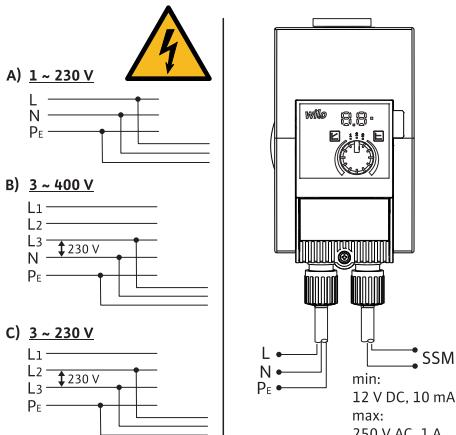

Fig. 3: Posibilități de raccordare
- Conectați la rețele de joasă tensiune de 230 V. În cazul conectării la rețele IT (tipul de rețea Isolé Terre), asigurați-vă că tensiunea dintre conductoarele sub tensiune (L1-L2, L2-L3, L3-L1 → Fig. 3) nu depășește 230 V. În caz de eroare (împământare), tensiunea dintre conductoarele sub tensiune și PE nu trebuie să depășească 230 V.